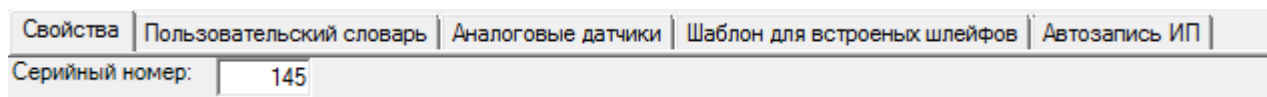

Рисунок 4 — Свойства элемента **БЦП Рубеж-08**
1. В окне частных свойств элемента **БЦП Рубеж-08** (рисунок 4) в поле **Серийный номер** введите неизменяемый серийный номер прибора, указанный в паспорте на БЦП.